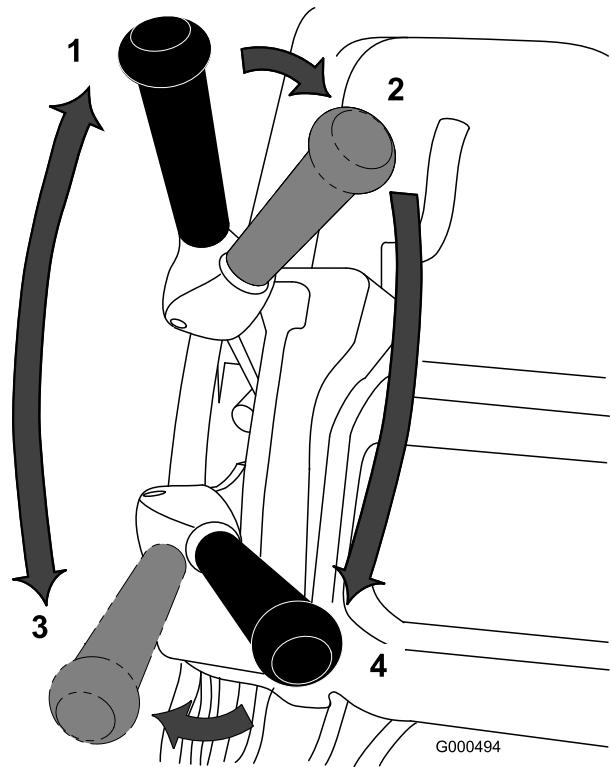

Figura 18
1. Avviate il motore, impostate l'acceleratore a bassa velocità, abbassate la stegola per sollevare l'apparato di taglio, spostate la leva della trazione in posizione di innesto e trasportate il tosaerba sul bordo del green (Figura 18).
2. Spostate la leva della trazione in posizione di disinnesco, ed innestate la leva di trasmissione del cilindro (Figura 18).
3. Portate la leva della trazione in posizione di innesto, e aumentate la velocità dell'acceleratore finché il tosaerba non si sposta alla velocità opportuna. Portate il tosaerba sul green, abbassate la parte anteriore del tosaerba ed iniziate a tosare (Figura 18).